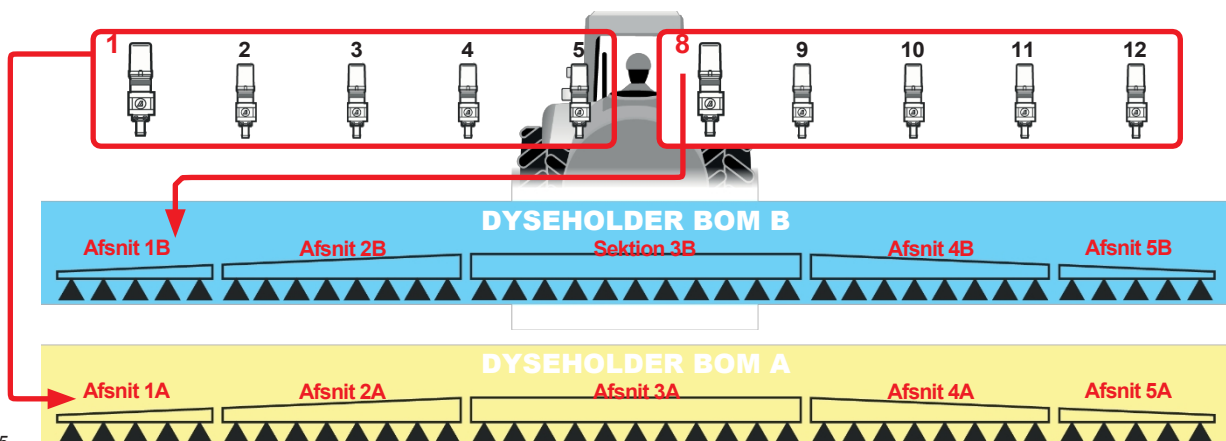

Fig. 25
For alle bomme med et lavere antal sektioner end 7 (fig. 25) skal stik 8 ALTID styre ventilen, der er tilsluttet sektion 1 på den anden bom (B): bomsektion 1 er den, der er længst til venstre, når man ser på maskinen bagfra.